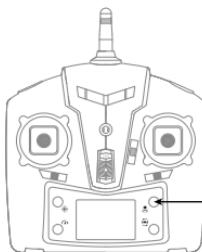

图5
2. 一键起飞: 对频成功或启动电机后, 点击按键(如图5), 飞行器自动飞行并悬停在1.2米左右高度。
2. 一键降落: 飞行过程中, 点击按键(如图5), 飞行器自动缓慢下降到地面至电机停止转动。
3. 急停降落: 在飞行器出现紧急情况下(如遇行人或障碍物等)长按按键(如图5)大于1秒, 飞行器电机停止转动, 直接降落地面。